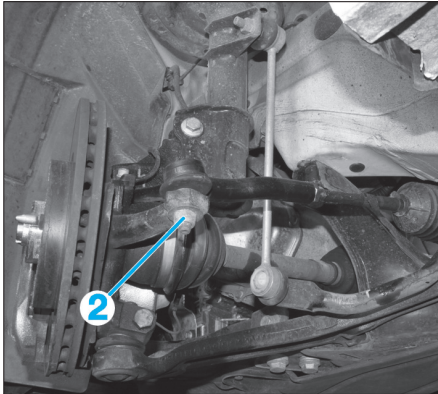

Fig. 22
- Déposer l'écrou (2) puis à l'aide d'un arrache rotule, extraire la rotule de direction du pivot (Fig.22)